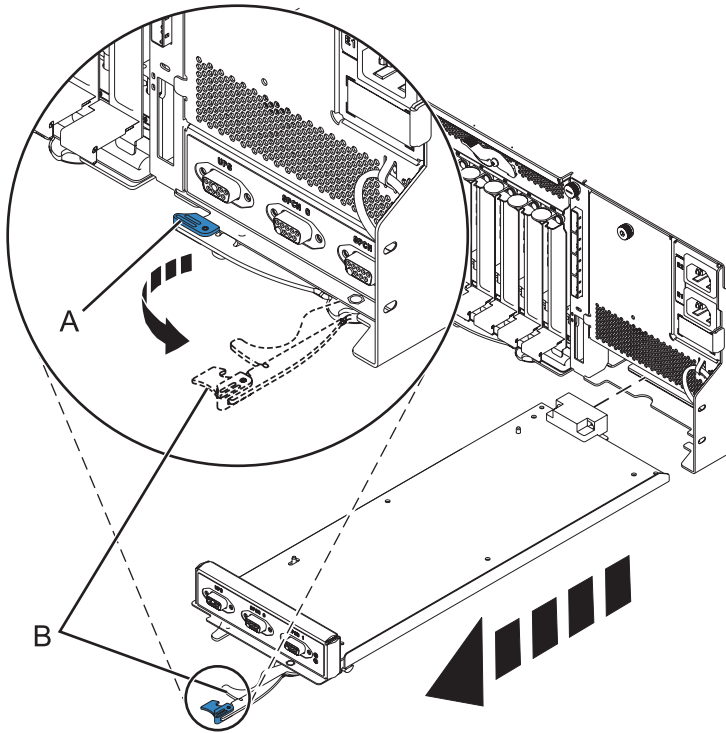

Figure 79. Retirer le contrôleur de gestion du boîtier
- b. Pincez le loquet (A) pour déverrouiller le levier (B). Pour plus d'informations, voir figure 79, à la page 88.